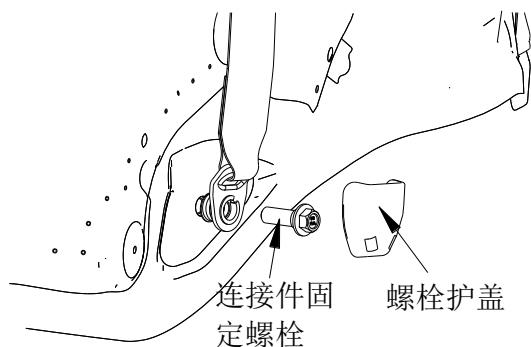

图 2-1
3、将下部的螺栓护盖向外扳，将其拆卸，然后拆除连接件固定螺栓。螺栓拧紧力矩 42N.m（图 2-1）。